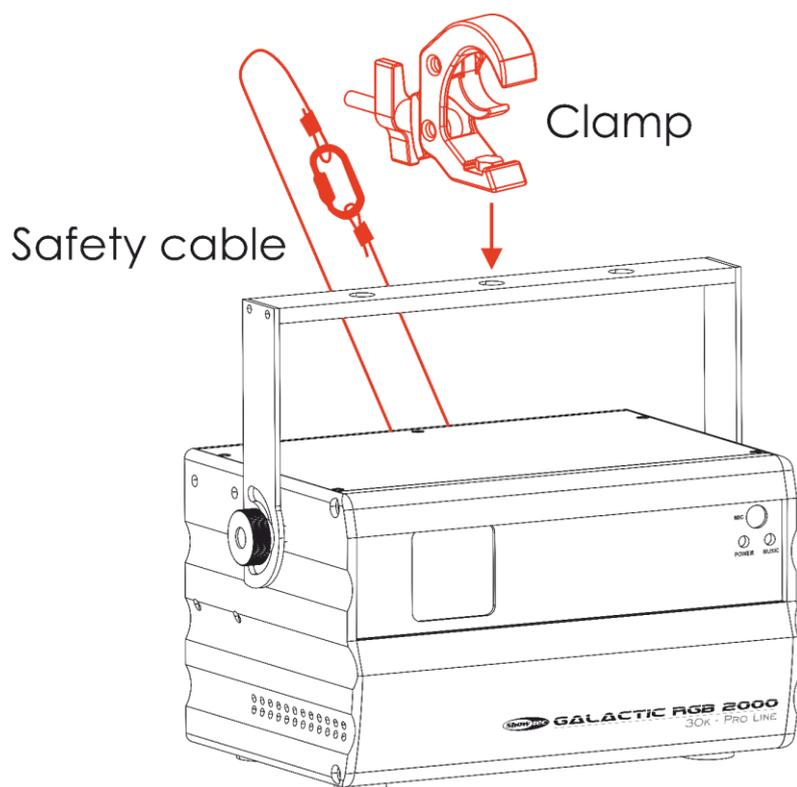

Fig. 09
- 01) Utilice una abrazadera para sujetar el dispositivo a la estructura de soporte como se indica en la Fig. 09. Asegúrese de que el dispositivo no se pueda mover libremente.
- 02) Sujete el dispositivo con una suspensión secundaria, por ejemplo, un cable de seguridad. Asegúrese de que la suspensión secundaria puede soportar 10 veces el peso del dispositivo. Si es posible, la suspensión secundaria debería conectarse a una estructura de soporte independiente de la suspensión primaria. Pase el cable de seguridad a través del **anillo de seguridad (10)** como se indica en la Fig. 09.